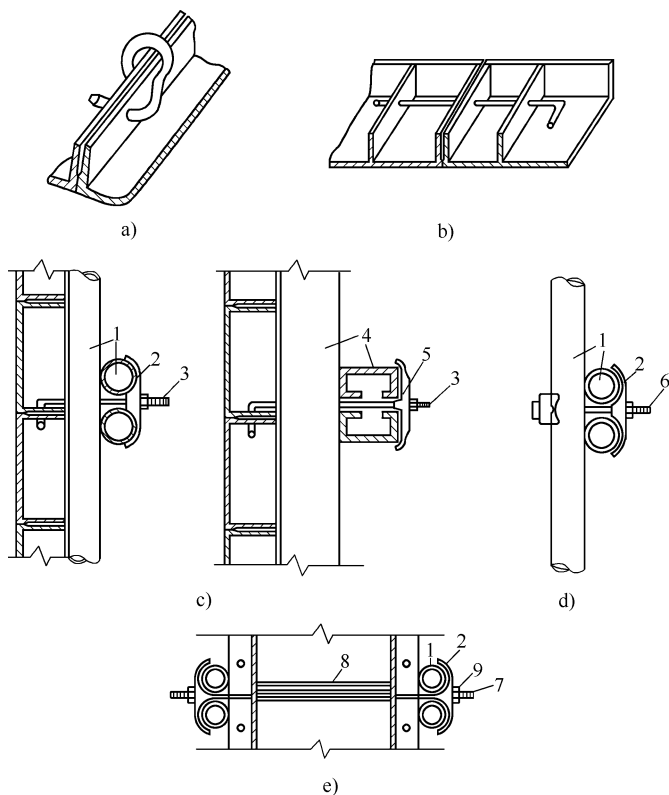

图 1-4 钢模板连接件
(2) 定型组合钢模板的连接件包括 U 形卡、L 形插销、钩头螺栓、紧固螺栓、对拉螺栓和扣件等，如图 1-4 所示。